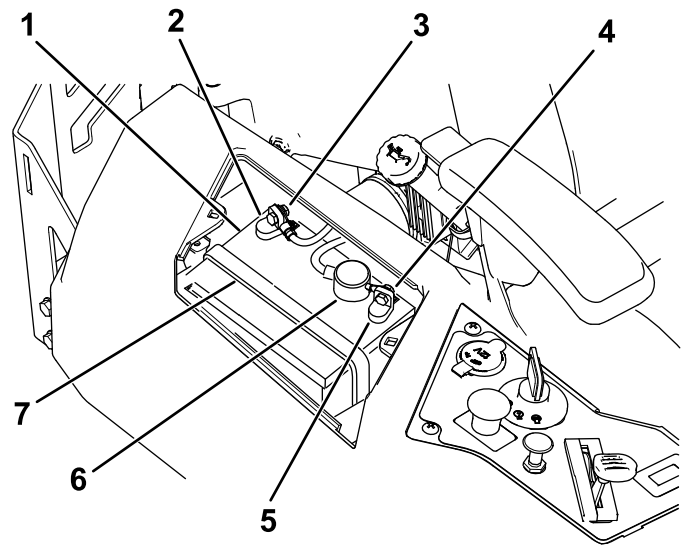

Figure 55
4. Débranchez le câble négatif (noir) de mise à la masse de la borne de la batterie (Figure 55).
6. Débranchez le câble positif (rouge) de la borne de la batterie (Figure 55).
7. Déposez la barrette de maintien de la batterie (Figure 55) et soulevez la batterie de son support.
1. Placez la batterie sur son support (Figure 55).
5. Fixez la batterie en place à l'aide de la sangle de maintien (Figure 55).